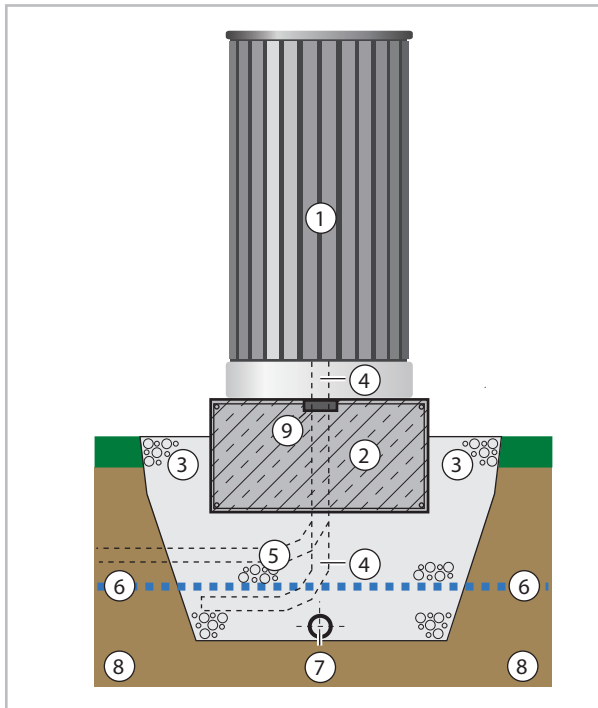

Abb. 24: Kondensatableitung Fundament (Schnitt)
- Mit einem beheizbaren Kondensatablauf ist ein Abfließen von Kondensat zu der Wanne gewährleistet. Es muss sichergestellt werden, dass dieses Kondensatwasser frostfrei abgeführt werden kann (Kies, Drainage). Das Wasserhaushaltsgesetz ist zu beachten (Abb. 24).